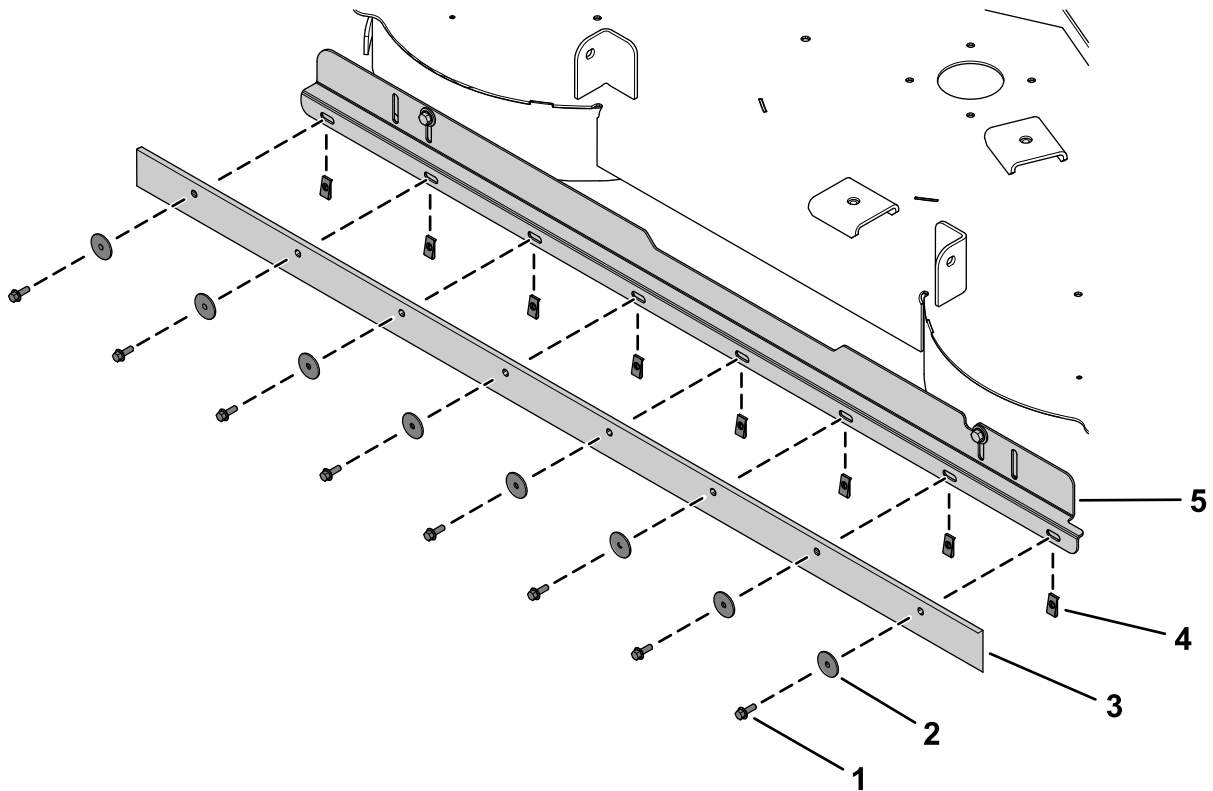

Figure 4
2. Vissez les 8 écrous rapides sur le support du traceur (Figure 4).
3. Fixez le racloir sur le support du traceur et les écrous rapides à l'aide de 8 vis à tête hexagonale ($\frac{1}{4} \times \frac{3}{4}$ po) et 8 rondelles (Figure 4).